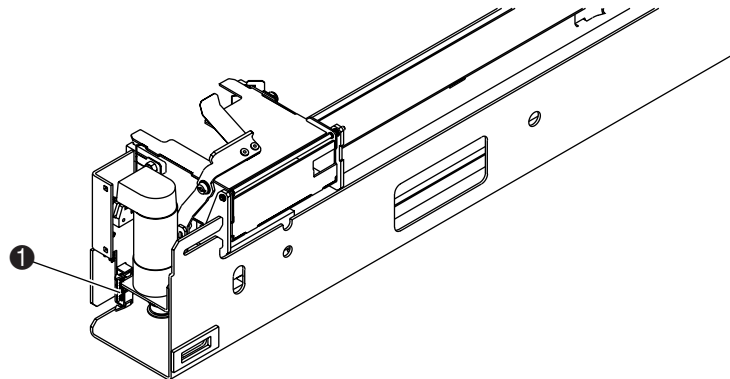

Figura 2-10. Conexión del cable de PTM (se muestra aislado del receptáculo para una mejor visualización)
11. Conecte el cable de PTM al PTM (❶ Figura 2-10).